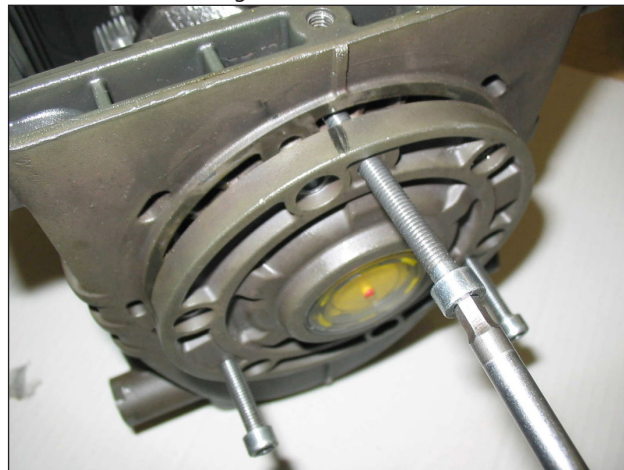

Fig. 3
- i coperchi laterali utilizzando - per l'estrazione N°3 viti M6x50 interamente filettate inserendole nei fori filettati come indicato in Fig. 3.